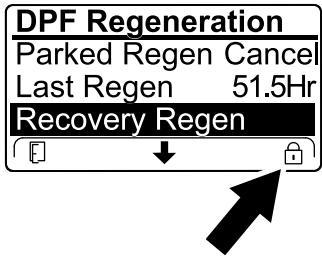

Figura 55
- Si el ordenador del motor no ha solicitado una regeneración de recuperación y se desplaza hasta la opción RECOVERY REGEN (Regeneración de recuperación), la regeneración de recuperación se bloquea y aparece el ícono del candado (Figura 55) en la esquina inferior derecha del InfoCenter.